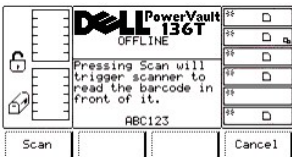

图 98. 维修 > 磁带库 > 诊断 > 夹紧装置 > 扫描器 > 扫描 > 条形码标签对话框
- 1 如果按下**扫描**软键下方的按钮，将读取位于扫描器前方的条形码标签。请参见图 98。